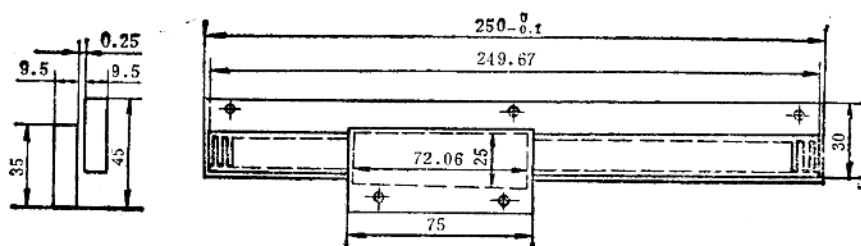

图22-2-2 窄式直线感应同步器的外形尺寸
2) 窄式 窄式直线感应同步器是用在设备安装位置受到限制的情况下，其定滑尺的尺寸（图22-2-2），绕组周期及连接方法与标准式的相同。这种窄式尺由于耦合的不好，因此精度较低。